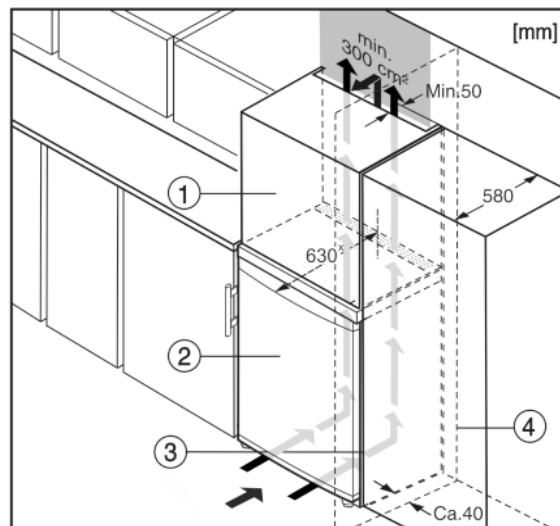

Fig. 5
Prietaisą galima montuoti į virtuvės spintelės. Norint prietaisą Fig. 5 (2) priderinti prie nišos aukščio, virš jo galima įrengti uždedamą spintelę Fig. 5 (1).
Kai prietaisas montuojamas į standartinės virtuvės spintas (maks. gylis 580 mm), tuomet prietaisą galima statyti tiesiog šalia virtuvės spintos Fig. 5 (3). Prietaisas išsikišęs iš už virtuvės spintos priekinės dalies 34 mm x šonuose ir 50 mm x prietaiso viduryje.
Jeigu prietaisas su vyriais statomas greta sienos Fig. 5 (4), mažiausias atstumas tarp prietaiso ir sienos turi būti 40 mm. Šis atstumas atitinka rankenų išsikišimą esant atvertoms durims.